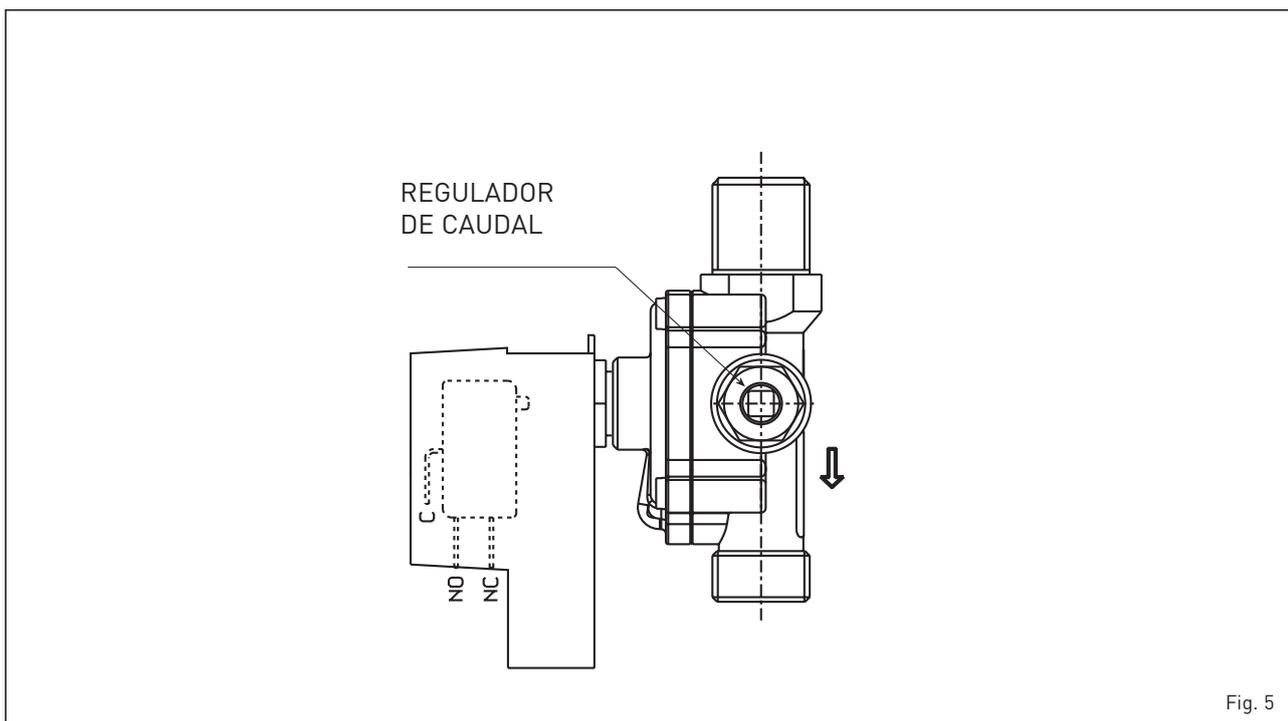

Fig. 5
2.2.2 Producción de agua sanitaria "DUETTO" (fig. 5)
Para regular el caudal de agua sanitaria accione en el regulador de caudal del presóstato de agua (fig.5):